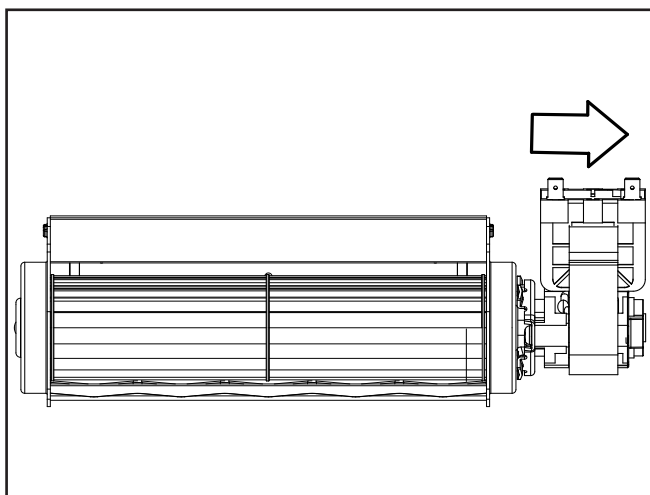

Figure 34: Retirer le moteur
- Tirez légèrement sur le moteur et faites-le pivoter de 90 degrés dans le sens antihoraire dans le prochain ensemble de fentes sur l'assemblage de la lame (Figure 34).